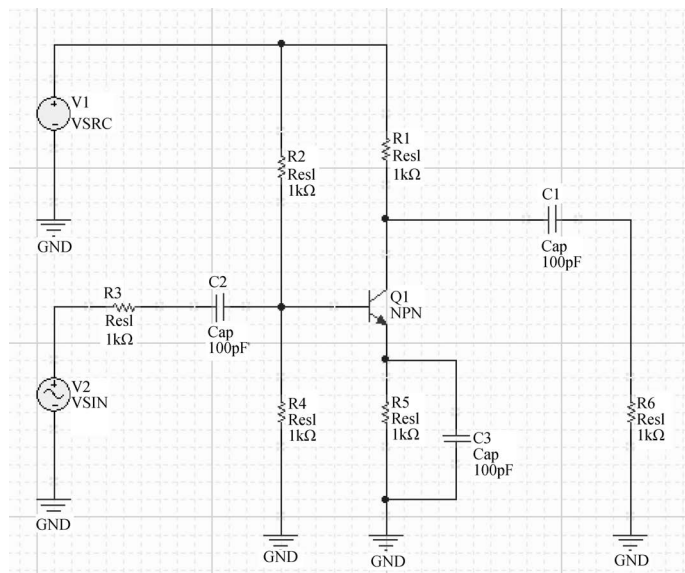
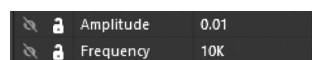

图 3-26 为电路元器件和信号源分配唯一的标识符并设置电源参数
图 3-27 为 V2 信号源设置参数
(5) 按照前面所介绍的给元器件分配标识符的方法,为电路中的元器件和信号源分配唯一的标识符。图 3-26 给出分配完标识符后的原理图界面。
(6) 在如图 3-26 所示的电路中,按照前面的方法,将 V1 直流电源设置为 +12V。如图 3-27 所示,设置 V2 信号源,其参数设置为:
- ① Amplitude: 0.01。
- ② Frequency: 10K。